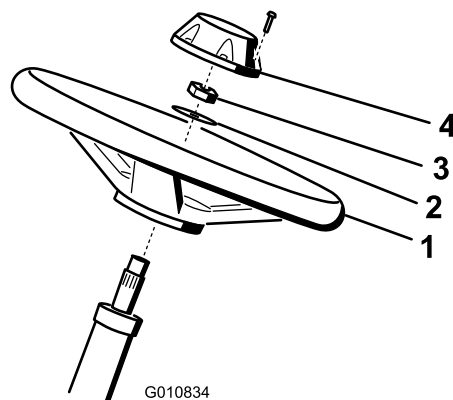

Рисунок 4
1. Наденьте рулевое колесо на рулевой вал (Рисунок 4).
2. Наденьте шайбу на рулевой вал (Рисунок 4).
- Закрепите рулевое колесо на валу контргайкой и затяните ее с моментом 27-35 Н·м (Рисунок 4).
- Установите крышку на рулевом колесе и закрепите ее 6 болтами (Рисунок 4).